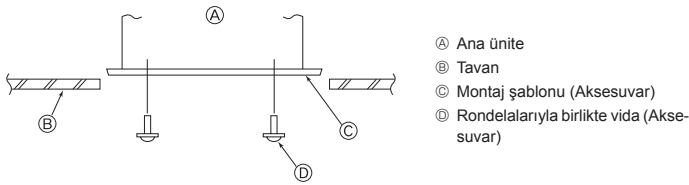

Fig. 2-7
2.6. Ana Ünitenin Konumunun Doğrulanması ve Askı Civatarlarının Sıkılması (Fig. 2-7)